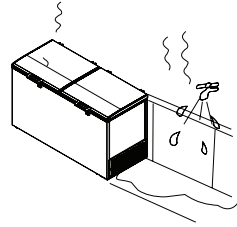

Fig. 1
- Evite instalar el aparato en lugares que puedan verse afectados por corrientes de aire o humedad, como pisos o paredes con filtración de agua o a la intemperie. Si existe en el área humedad o salpicaduras de agua, puede ocasionar oxidación o corto circuito. Ver Fig.1